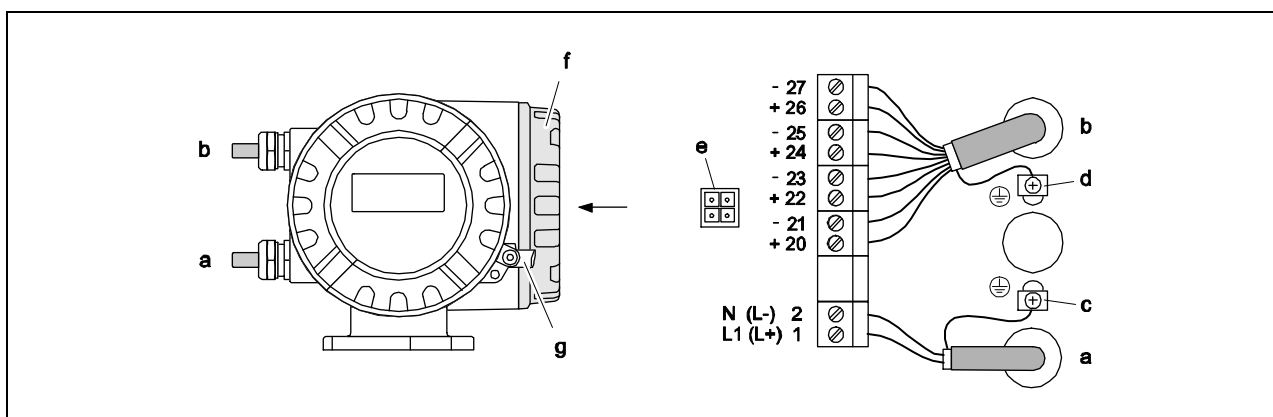

Рис. 27: Подсоединение преобразователя (в алюминиевом рабочем корпусе) Сечение кабеля: макс. 2.5 мм2 (14 AWG)
- Схема электромонтажа (алюминиевый корпус) → Рис. 27